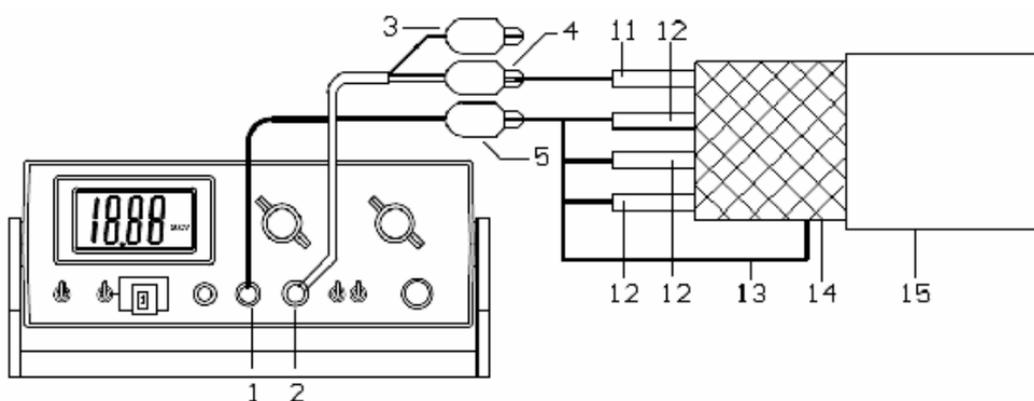

图 8 多芯电缆测量
4.1.1.3 多芯及有金属外套的电缆绝缘电阻测量：测量输入端（红）与被测芯线相连，将其它芯线与外套（电缆屏蔽层）连在一起后与仪表的高压端连接，屏蔽端（黑）空置不用，见图 8。